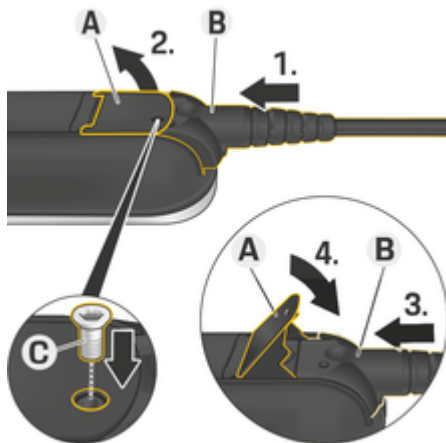

Fig. 9: Feste kabelen og pluggen
- ✓ Spaken **A** (Fig. 9) er lukket.
- 1. Skyv pluggen **B** (Fig. 9) inn i betjeningsenheten til du kjenner motstand.
- 5. Skru fast pluggen **B** i betjeningsenheten ved hjelp av skruen **C** (Fig. 9).